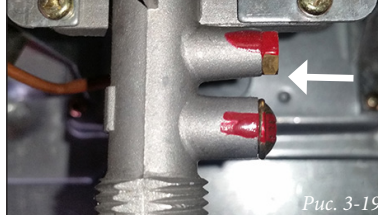

Рис. 3-19
- удалите заглушку (Рис. 3-19);